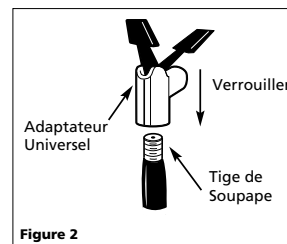

Figure 2
- Gonfler l'objet en verrouillant l'adaptateur universel dans la tige de la soupape. S'assurer de pousser l'adaptateur universel complètement par dessus les filets de la tige de soupape. Une fois que l'adaptateur universel soit fermement en place, appuyer sur le levier d'arrêt afin de le verrouiller sur la tige de soupape (Voir Figure 2).